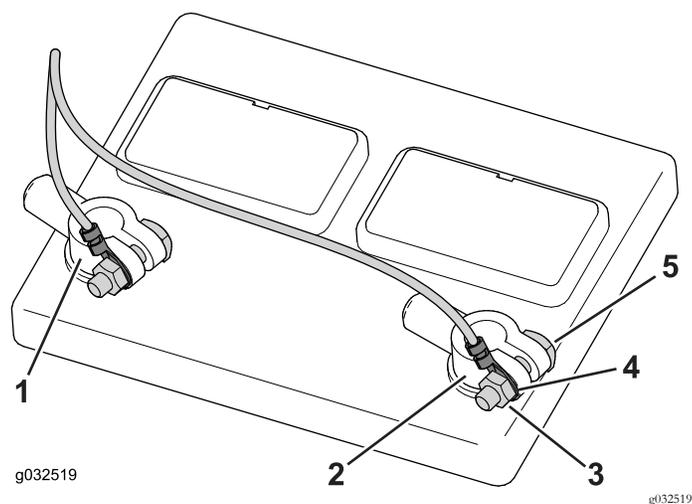

Figura 42
1. Allentate e rimuovete il morsetto del polo negativo e poi il morsetto del polo positivo dalla batteria (Figura 42).
3. Montate il connettore ad anello negativo sul bullone del polo negativo e montate il dado, senza serrarlo (Figura 42).
4. Montate il connettore ad anello positivo sul bullone del polo positivo e montate il dado, senza serrarlo (Figura 42).
5. Montate il morsetto del polo positivo sul polo positivo della batteria e poi il morsetto del polo negativo sul polo negativo della batteria (Figura 42).